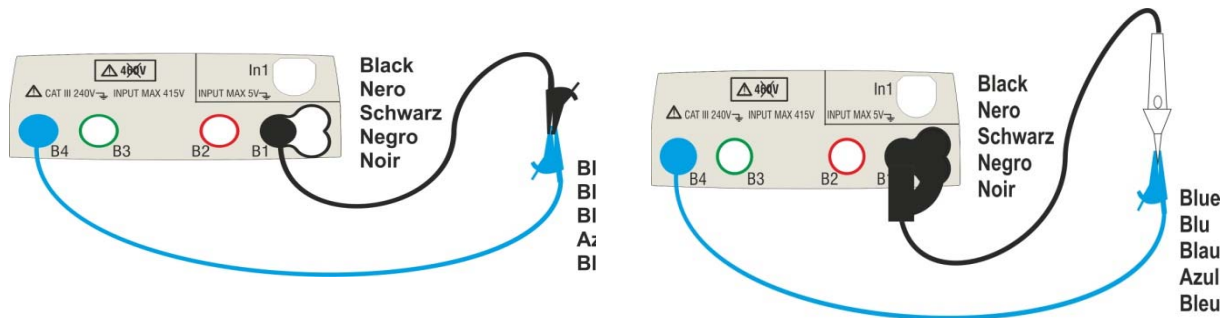

Abb. 7: Kompensation des Widerstandes von Einzelkabeln und Tastkopf
5. Kompensieren Sie den Widerstand der Messanschlüsse durch Verbindung der Kabel oder des Tastkopfes wie in Abb. 7 gezeigt.